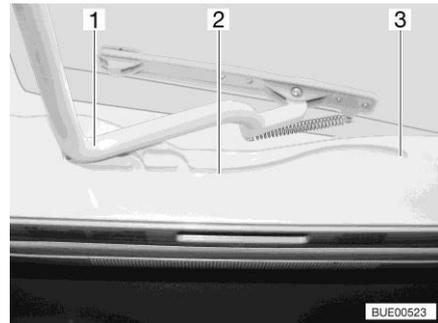

Fig. 65 Guía (claraboya Heki)
- Tirar el estribo (Fig. 65,1) en las guías (Fig. 65,2) hasta la posición trasera final (Fig. 65,3).
- Empujar el estribo (Fig. 65,1) ligeramente hacia arriba con ambas manos.
- Tirar el estribo en las guías (Fig. 65,2) hasta la posición deseada.